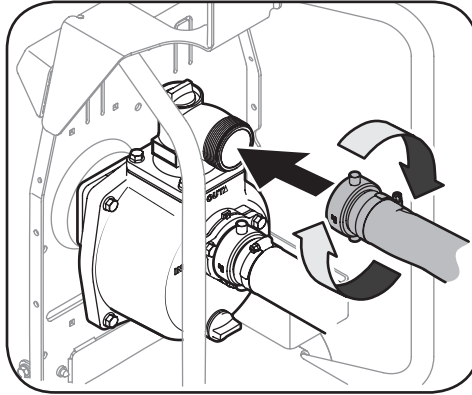

Figura 4-6
3. Conecte la manguera de descarga al puerto de descarga de la bomba. Vea la Figura 4-6.